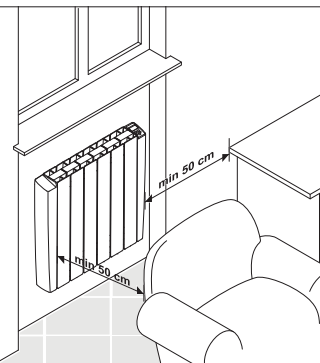

FIG. 5
- juste en dessous ou devant une prise de courant (Fig. 5)